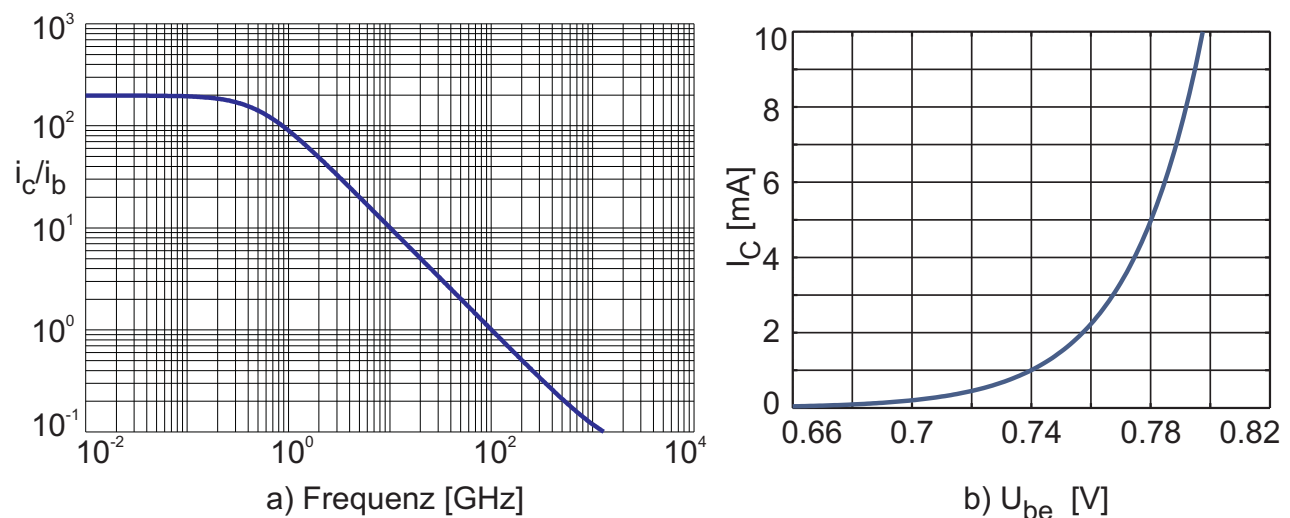

Abb. 3.1: a) Verlauf der Stromverstärkung über der Frequenz und b) Kennlinie
3.1 Im Folgenden soll ein Bipolartransistor charakterisiert werden. Dazu wurden die beiden Kennlinien in Abb. 3.1 gemessen.
d) Wie wird die Kennlinie in Abb. 3.1 b) genannt?